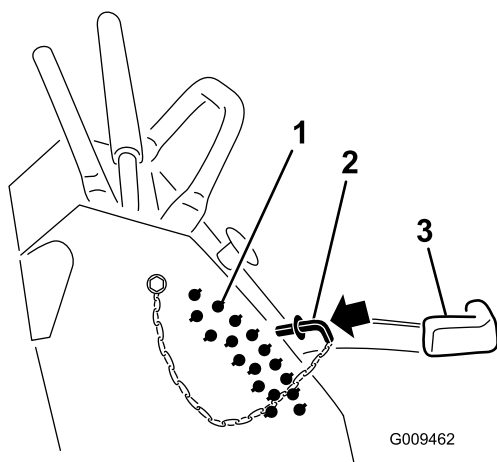

Figura 27
2. Seleccione el taladro del soporte de altura de corte que corresponde a la altura de corte deseada, e inserte el pasador (Figura 27).
3. Baje la palanca de altura de corte hasta el pasador (Figura 27).